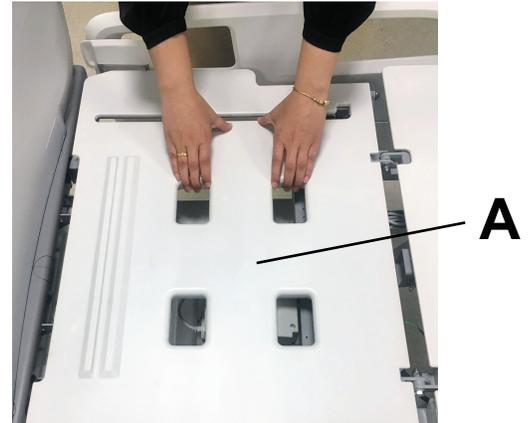

Abbildung 7 – Entfernen der Abdeckung der unteren Beinstütze
1. Die Abdeckung der unteren Beinstütze (A) entfernen (Abbildung 7).